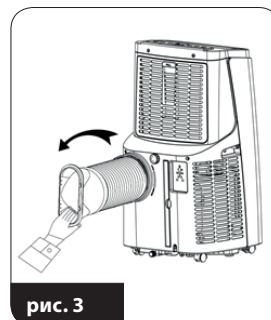

рис. 3
4. Монтажное кольцо (19) с прикрученным воздуховодом (18) вставьте в отверстие выхода воздуха (15) и осторожно поверните кольцо против часовой стрелки (рис. 3).